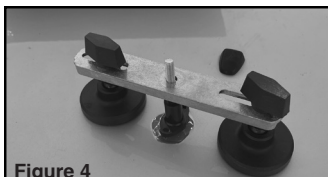

Figure 4
- Placer la barre horizontale (5) sur la tirette, en réglant les ajusteurs (6) à la longueur souhaitée. Voir figure 4. Visser l'écrou à oreilles (7) sur l'extrémité de la tirette. Continuer à tourner l'écrou à oreilles jusqu'à ce que la bosse soit soulevée. Arrêtez lorsque la bosse revient au niveau normal de la surface. Voir figure 5.
- Détachez l'écrou à oreilles et retirez la barre horizontale et la tirette de la surface. Appliquez deux gouttes d'alcool isopropylique (non inclus) à l'endroit où la colle a séché. Utiliser le grattoir en plastique (8) pour décoller le morceau de colle ramolli.